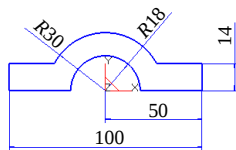

图 6-100 绘制草图
2) 利用曲面生成工具绘制如图 6-100 所示的草图, 然后单击“绘制草图”按钮退出草图绘制。